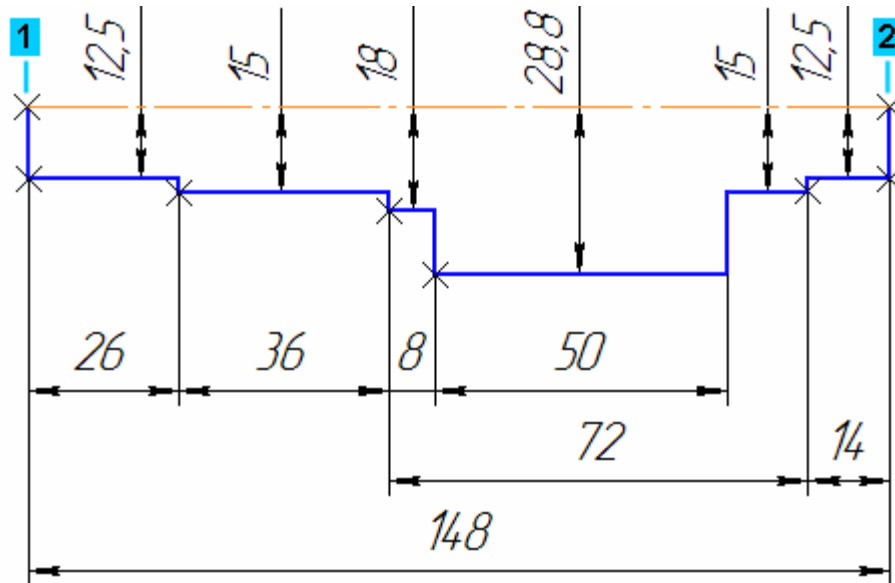

Рисунок 5
- При создании размера общей длины контура 148 мм включите опцию Информационный размер (в диалоговом окне Установить значение размера). Необходимость его включения связана с тем, что после простановки всех предыдущих размеров, геометрия контура полностью определена (рис. 5).